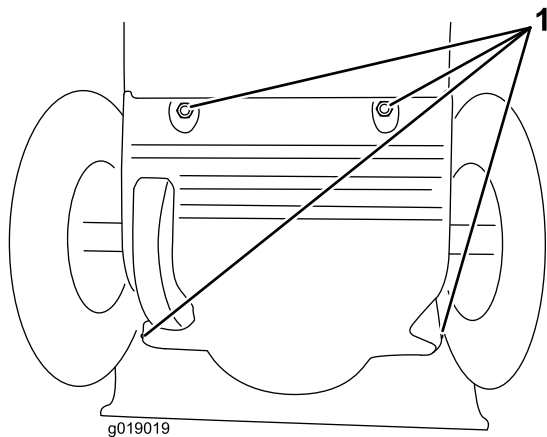

Figure 34
- Retirez le couvercle arrière (Figure 34).